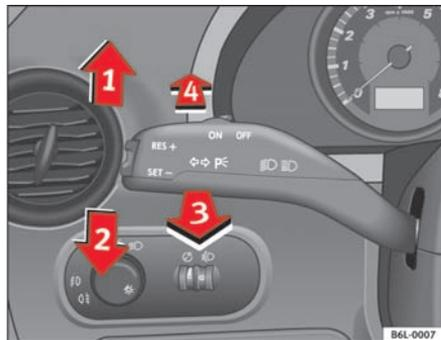

Fig. 60 Palanca de intermitentes y de luz de carretera
- Desplace la palanca hacia arriba hasta el tope ⇒ fig. 60 ① para encender el intermitente **derecho** o bien hacia abajo ②, para encender el intermitente **izquierdo**.
- Desplace la palanca hacia adelante ⇒ fig. 60 ④ para encender la luz de carretera.